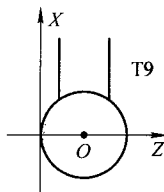

图 4
(2) 刀具圆心 O (见图 4) 在使用圆心 O 作为刀位点时, 刀补设置页面中相应的刀沿位置号应改设为 T9。另外, 在对刀时还要在 Z 向减一个半径 R 值, 而在 X 向则应减去一个直径值 $2R$ 。
综合考虑以上几点后, 可用宏程序 (FANUC 系统) 编制图 4 凹槽轮廓的粗、精加工程序如下: